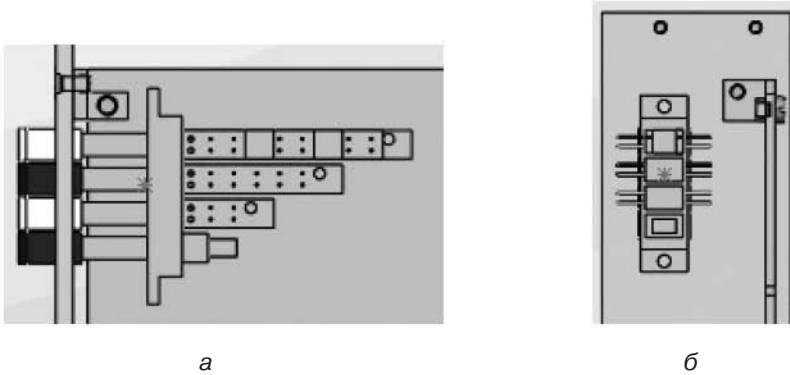

Рис. 6.78. Расположение переключателя на различных видах
18. Добавьте в сборку следующий компонент — переключатель. Вначале установите переключатель, анализируя его положение на различных видах, без сопряжения с другими компонентами сборки (рис. 6.78, а, б).